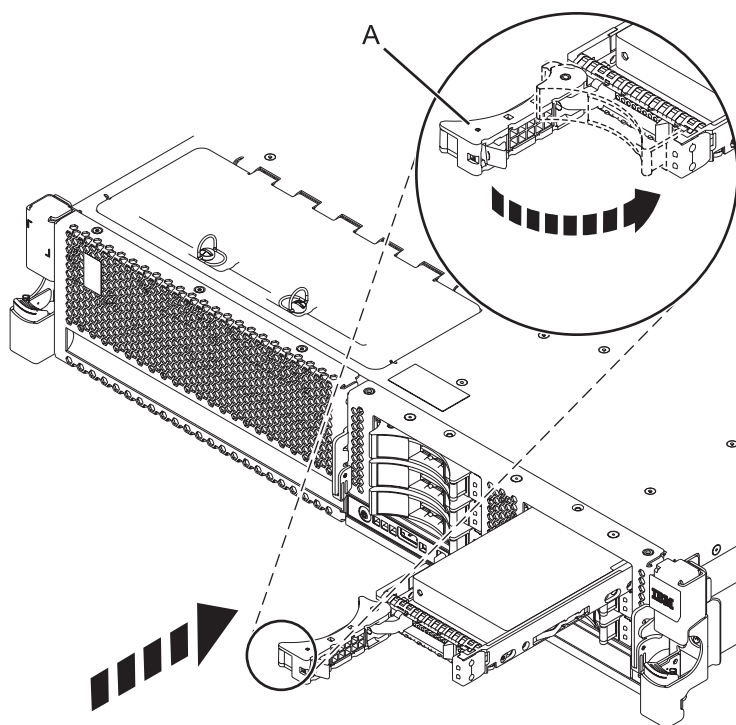

Figure 2. Installation de l'unité de disque dans l'unité centrale
6. Lorsque le voyant d'identification clignote, faites glisser complètement l'unité dans l'unité centrale ou l'unité d'extension, et poussez complètement la poignée (A) de l'unité jusqu'à ce qu'elle se verrouille, comme indiqué à la figure 2.